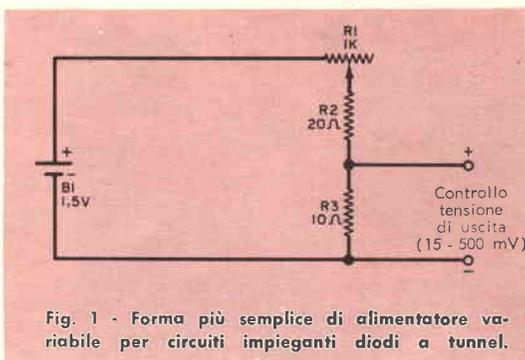

Fig. 1 - Forma più semplice di alimentatore variabile per circuiti impieganti diodi a tunnel.
Il tipo più semplice di alimentatore variabile per alimentare circuiti con diodi a tunnel, illustrato in *fig. 1*, è costituito da una batteria a secco da 1,5 V (B1) e da un partitore di tensione formato da un potenziometro (R1) e da due resistori fissi posti in serie (R2 e R3). La corrente che passa attraverso il partitore di tensione varia da 1,5 mA quando R1 è portato sul valore di 1.000  $\Omega$  fino a 50 mA quando R1 è portato sulla posizione di zero. Di conseguenza la tensione continua in uscita varia da 15 mV a 500 mV. La resistenza di uscita è leggermente inferiore a 10  $\Omega$  essendo determinata principalmente dal valore di R3.
**Transistorizzazione** - Gli inconvenienti del circuito di *fig. 1* possono essere eliminati sostituendo al potenziometro un economico transistor di potenza. Il transistor può sopportare con piena sicurezza correnti molto più elevate. Se viene fatto funzionare come amplificatore in corrente continua ad emettitore comune, con un controllo di corrente (che si può effettuare sicuramente con un piccolo potenziometro) si riesce a far variare l'elevata corrente che passa attraverso il resistore di uscita.